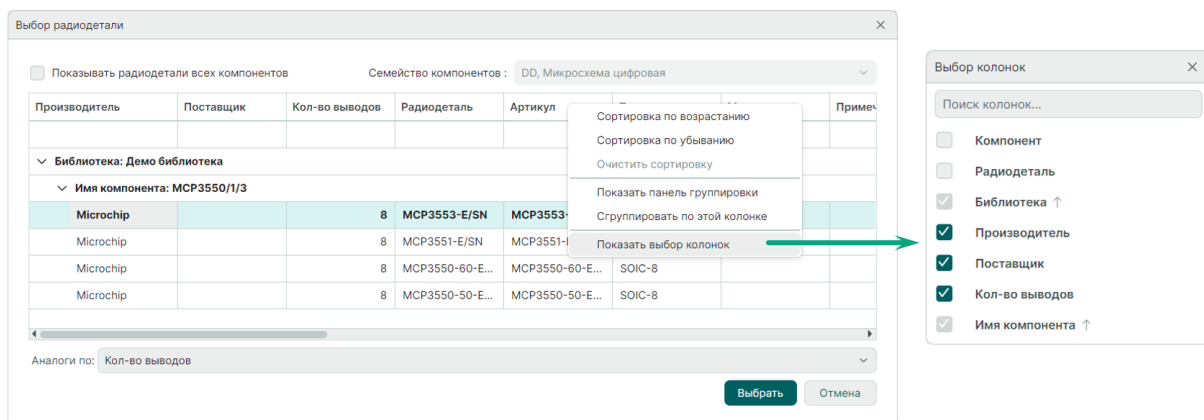

Рис. 97 Выбор отображаемых колонок
- Выбор столбцов для отображения осуществляется в окне «Выбор колонок». Для этого вызовите контекстное меню на заголовке колонки и выберите команду «Показать выбор колонок». Для включения/отключения отображения колонок в окне «Выбор колонок» установите/снимите флаг напротив наименования нужного столбца, см. Рис. 97.